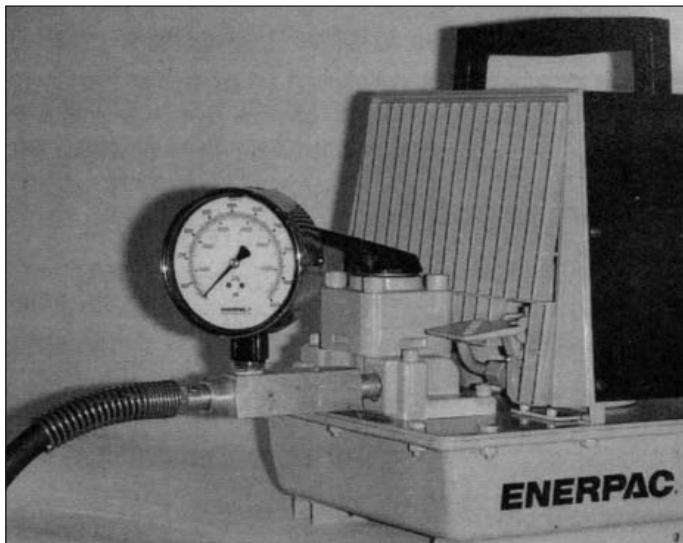

Figura 1 - Installazione del manometro
- Applicare il sigillante alla filettatura del manometro, al raccordo NPT e all'adattatore del manometro. Effettuare i collegamenti come dall'illustrazione riportata a fianco (Figura 1).